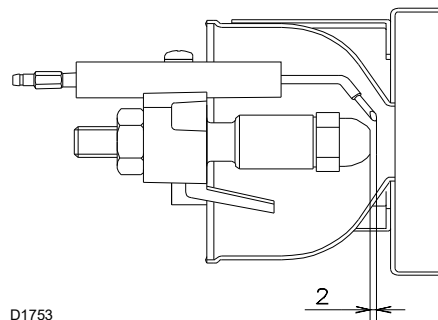

Fig. 12
- Controllare che gli elettrodi di accensione siano posizionati come in Fig. 12.